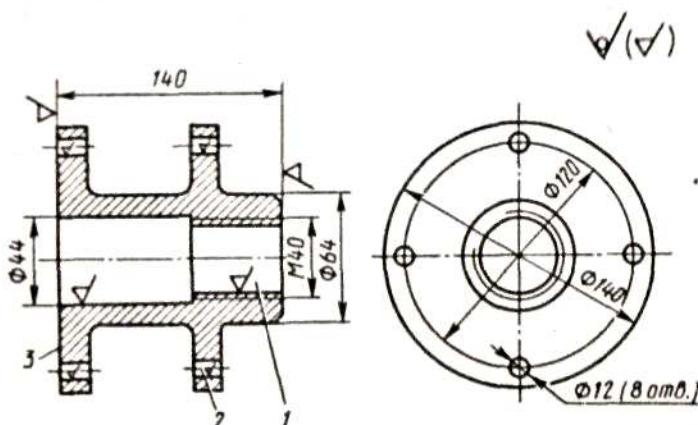

Рис. 9
2. По эскизу детали (рис. 9) разработайте эскизы: элементов литейной формы, модели стержневого ящика, собранной литейной формы (в разрезе). Опишите последовательность изготовления литейной формы методом ручной формовки. Материал детали - чугун СЧ20.